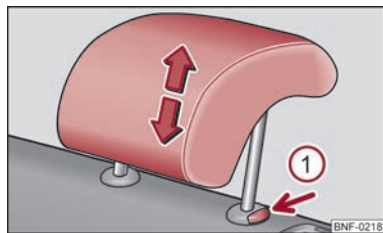

Fig. 34 Hovedstøtte bagi: indstilling/afmontering
- Tag fat om hovedstøtten i siderne med begge hænder, og indstil den ønskede højde ved at skubbe den opad ⇒ Fig. 34.
- Ønsker du at indstille hovedstøtten lavere, skal du med den ene hånd trykke på låseknappen ① og holde den inde og med den anden hånd trykke hovedstøtten nedad.